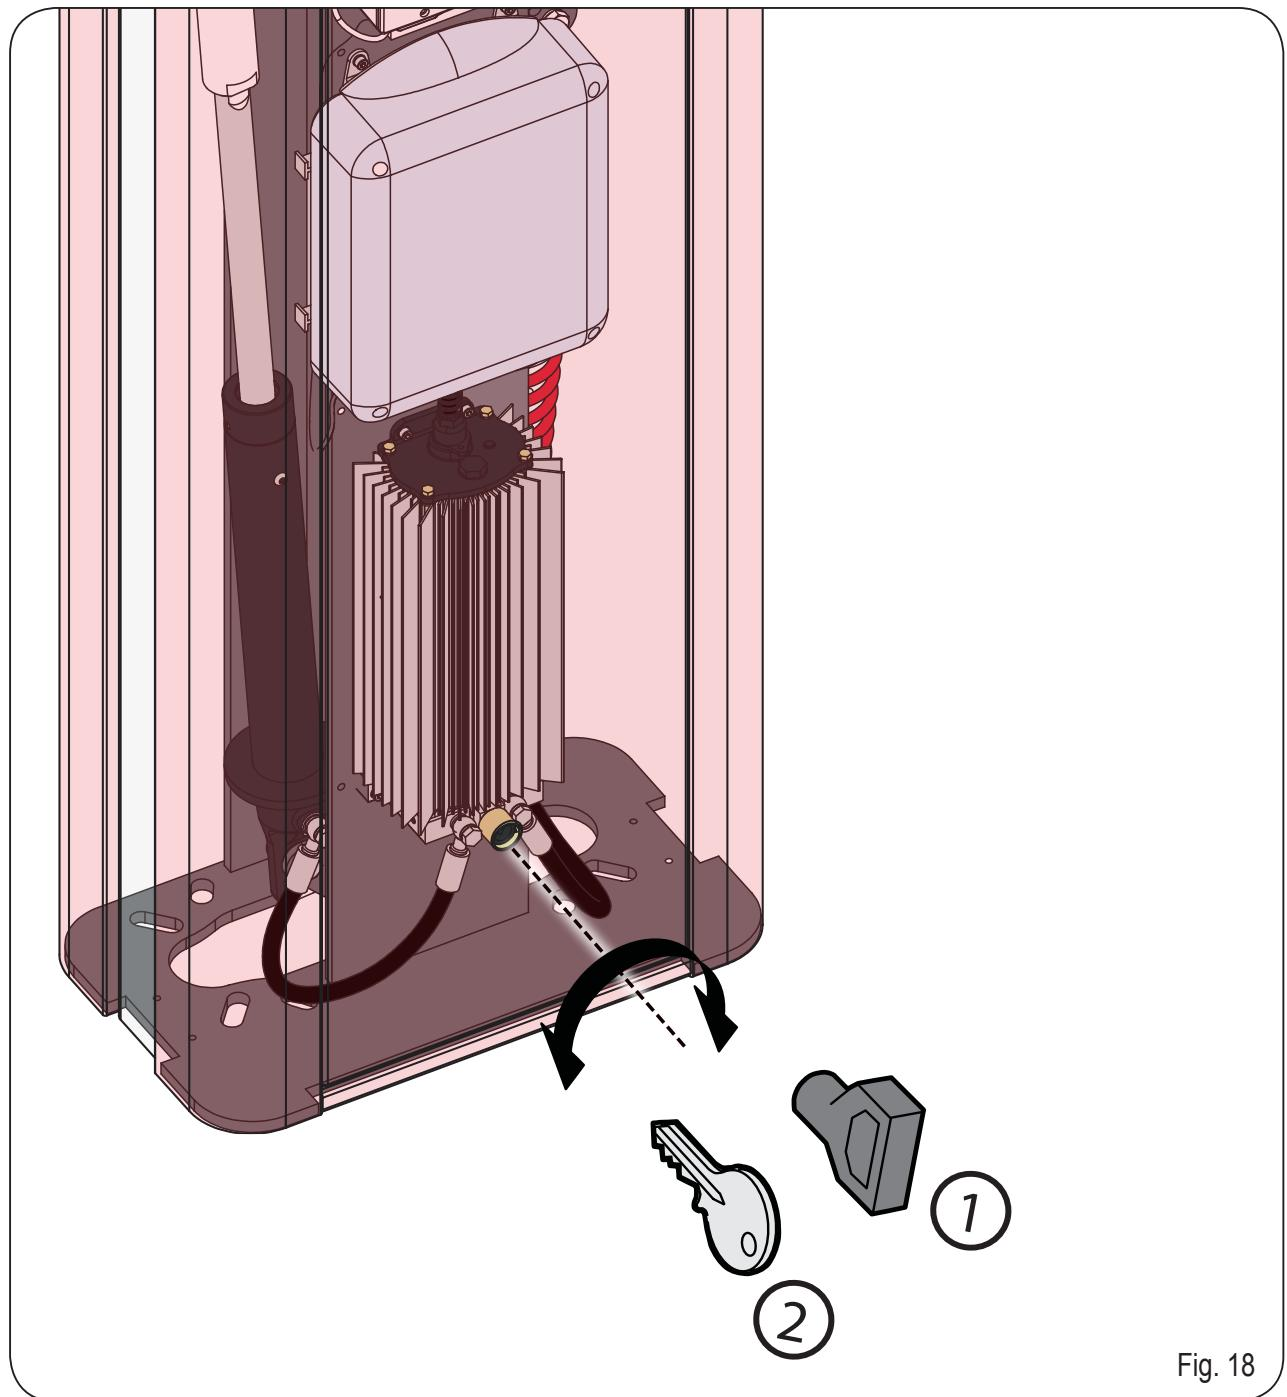

Fig. 18
La clé de déverrouillage fournie peut être triangulaire (Fig. 18, réf. ①) ou personnalisée (Fig. 18, réf. ② en option).
- Introduire la clé de déverrouillage dans la serrure et tourner la clé à fond en **sens inverse horaire** d'après la Fig. 18.
- tourner la clé en **sens horaire** jusqu'à l'arrêt et l'extraire (Fig. 18, réf. ①).
- tourner la clé en **sens horaire** jusqu'au point où l'extraction est possible. (Fig. 18, réf. ②).
Der mitgelieferte Entriegelungsschlüssel kann dreieckig (Abb. 18 Bez. ①) oder individuell gestaltet sein (Abb. 18 Bez. ② – optional).
- Den Entriegelungsschlüssel in das Schloss einstecken und **gegen den Uhrzeigersinn** bis zum Anschlag drehen (siehe Abb. 18).
- Den Schlüssel bis zum Anschlag **im Uhrzeigersinn** drehen und abziehen (Abb. 18 Bez. ①).
- Den Schlüssel bis zum Anschlag **im Uhrzeigersinn** so weit drehen, bis er abgezogen werden kann (Abb. 18 Bez. ②).
La llave de desbloqueo entregada en dotación puede ser triangular (Fig. 18, ref. ①) o personalizada (Fig. 18 ref. ② opcional).
- Inserte la llave de desbloqueo en la cerradura y gire la llave en sentido antihorario hasta el tope, como en la Fig. 18
- gire la llave en sentido horario hasta el tope y extrágala (fig. 18 ref. ①).
- gire la llave en sentido horario hasta el punto en el que se pueda extraerla. (Fig. 18, ref. ②).
Als de slagboom met de hand moet worden bediend omdat de stroom is uitgevallen of het automatisch systeem niet goed werkt, moet met behulp van de bijgeleverde sleutel de ontgrendeling worden gebruikt. De bijgeleverde ontgrendelingsssleutel kan driehoekig (Fig. 18 ref. ①) of gepersonaliseerd zijn (Fig. 18 ref. ②, optioneel).
- Steek de ontgrendelingsssleutel in het slot en draai hem tegen de wijzers **van de klok** in tot hij niet verder kan, zoals in Fig. 18
- draai de sleutel **met de wijzers van de klok mee** tot hij niet verder kan, en trek hem eruit (Fig. 18 ref. ①).
- draai de sleutel **met de wijzers van de klok mee** tot hij niet verder kan, en trek hem eruit (Fig. 18 ref. ②).